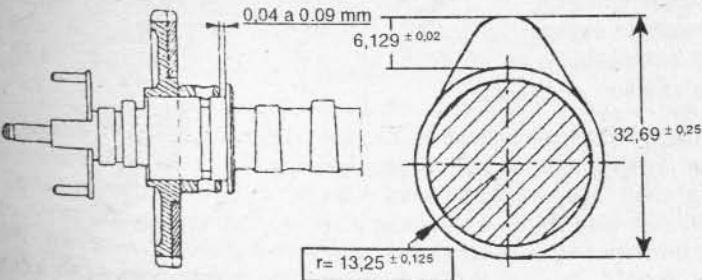

Fig. 2-7.— Eje de levas
7. Eje de levas, válvulas y asientos.— El eje de levas se fabrica de acero fundido, con una excéntrica para el accionamiento de la bomba de bencina, dos levas de admisión y dos de escape (Fig. 2-7). En la parte anterior acciona el ruptor del encendido y termina en una punta especial de accionamiento de la bomba de aceite. Se monta el cárter sobre dos cojinetes, con un juego longitudinal de 0,04 a 0,09 mm.